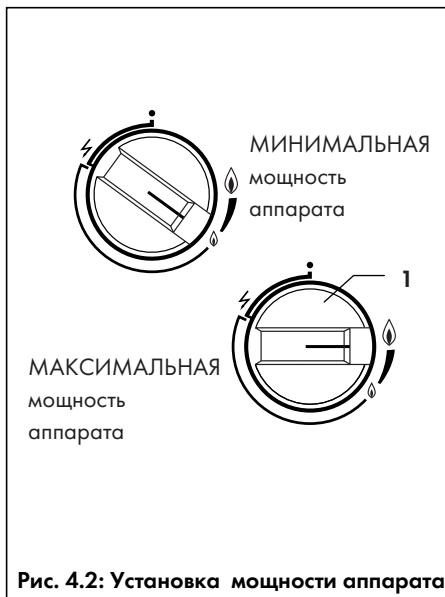

Рис. 4.2: Установка мощности аппарата
- Поверните поворотный переключатель (1) дальше влево против часовой стрелки, установив его из положения ⚡ "РОЗЖИГ" в положение ⚡ ... ⚡ "ГОТОВНОСТИ К РАБОТЕ". (от минимальной до максимальной мощности аппарата, см. рис. 4.2). При этом запальное пламя остаётся горящим.